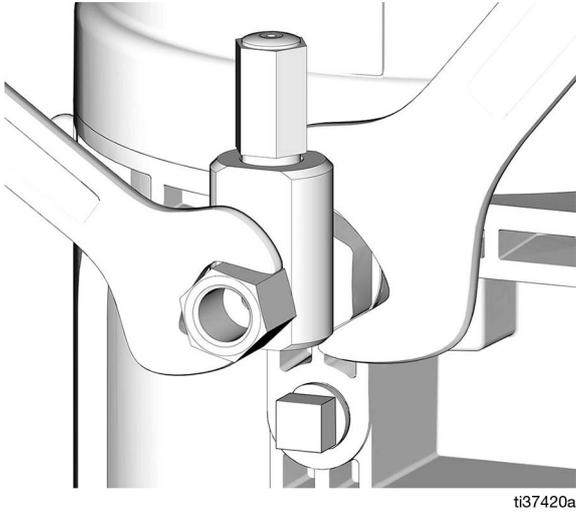

FIG. 25
3. Apriete el accesorio de conexión del elemento de bomba utilizando dos llaves haciendo fuerza en direcciones opuestas (FIG. 25).